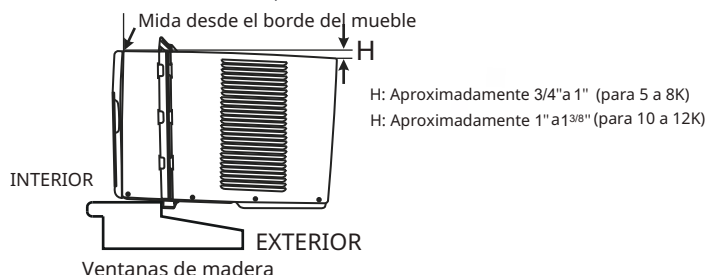
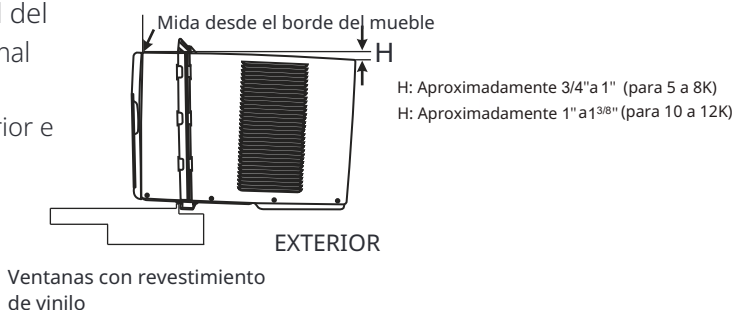

Fig.5A
Fig.5B
A. Mantenga un agarre firme en el aire acondicionado, coloque cuidadosamente la unidad en la abertura de la ventana para que la parte inferior del marco del aire acondicionado esté contra el alféizar de la ventana (Fig.5A y Fig.5B). Cierre cuidadosamente la ventana detrás del riel superior de la unidad.
NOTA Compruebe que el aire acondicionado está inclinado hacia atrás alrededor de H (Fig.5A y Fig. 5B) (inclinado alrededor de 3° a 4° hacia abajo hacia el exterior). Después de la instalación adecuada, el condensado no debe drenar del orificio de desbordamiento durante el uso normal, corrija la pendiente en caso contrario.